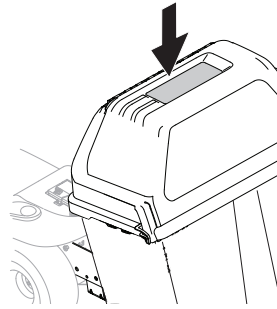

Figure 23
1. Pendant l'utilisation, arrêtez le tracteur et observez régulièrement la fenêtre sur le couvercle du bac récupérateur. Voir Figure 23.